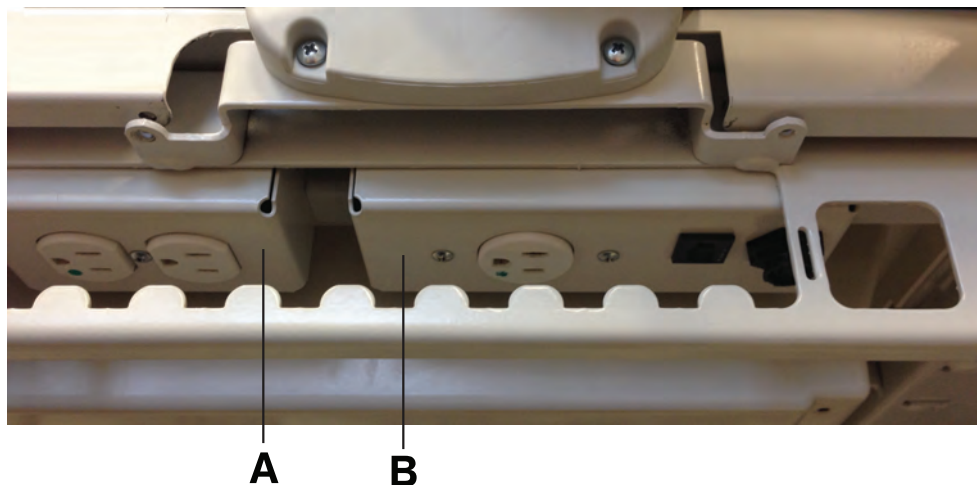

Figure 2-12 : Sorties auxiliaires en option du lit InTouch
La sortie d'alimentation auxiliaire de 110 volts du lit **InTouch** peut être utilisée comme source d'alimentation intégrée pour la connexion de périphériques. La sortie se situe au-dessous du côté pieds, sur la gauche du patient (A) (Figure 2-1 à la page 2-12). La sortie auxiliaire du lit **InTouch** offre une ou deux prises, selon l'option (A) (Figure 2-12 à la page 2-32).
De plus, la prise du connecteur de matelas sert à raccorder une surface de soutien en option au lit **InTouch** (B) (Figure 2-12 à la page 2-32). Un disjoncteur de 5 A est également intégré à cette sortie d'alimentation.